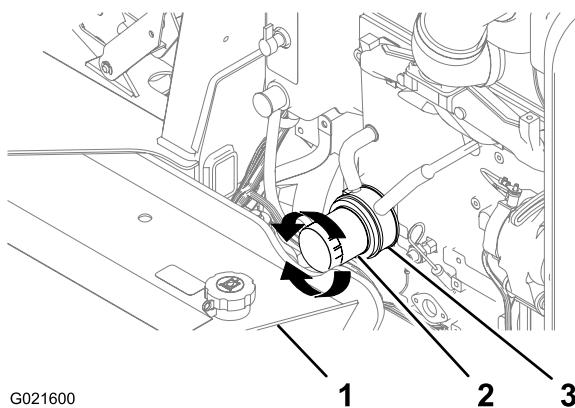

Figure 45
2. Placez un petit bac de vidange sous le filtre à huile et l'adaptateur du filtre à huile (Figure 45).
3. Tournez le filtre à huile dans le sens antihoraire et déposez-le (Figure 45).
7. Alignez le filtre à huile neuf sur l'adaptateur de filtre à huile et vissez le filtre dans le sens horaire jusqu'à ce que le joint du filtre soit en contact avec l'adaptateur (Figure 45).
8. Serrer le filtre à huile à la main 1/2 tour de plus (Figure 45).